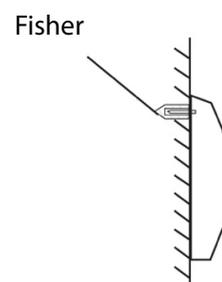

Fig.3
4. Montez l'appareil sur le mur (Fig. 3).